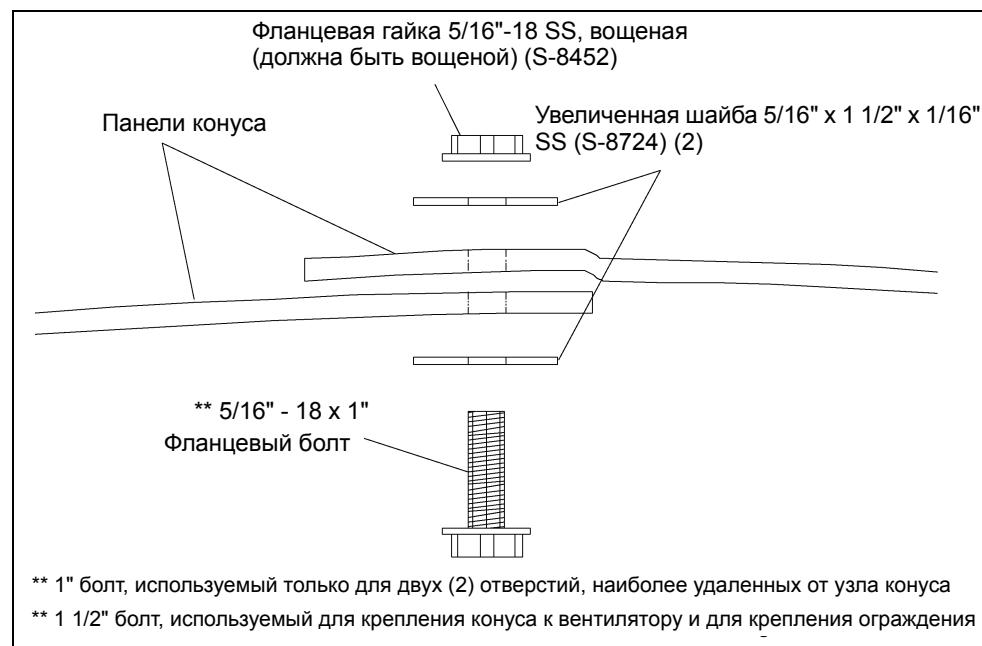

Рисунок 9В
Деталь узла конуса смотрите на Рисунок 9В ниже. Частично соберите конус на земле, используя только два (2) крайних отверстия на перекрытие (всего шесть (6)). Используйте болты 1", увеличенные шайбы и фланцевые гайки, не затягивайте болты.